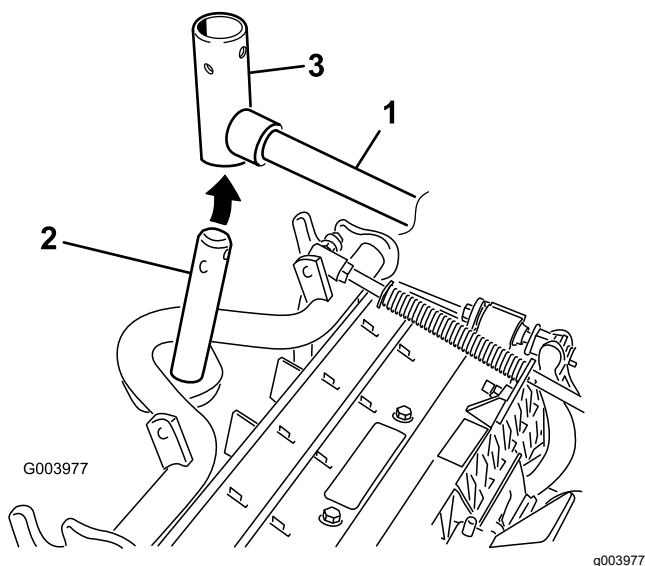

Bild 8
die Trägerschalenwelle in das Gelenkjoch des Hubarms (Bild 8).
- B. Setzen Sie das Hubarmjoch in die Trägerschalenwelle ein (Bild 8).